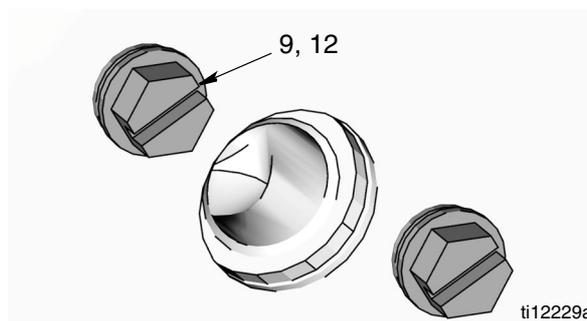

FIG. 27
6. Rimuovere solo la vite superiore (12) e la rondella (9) (FIG. 27).